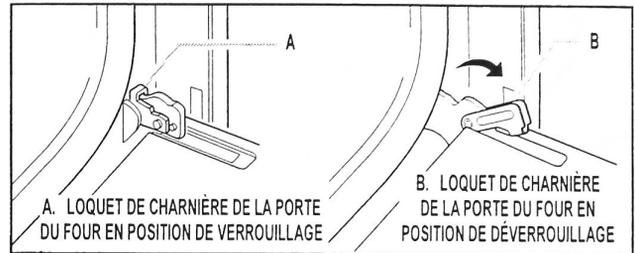

FIGURE 4
7. Identifier les loquets de charnière de la porte du four dans les deux angles de la porte, puis faire pivoter les loquets de charnière vers la porte du four jusqu'à la position de déverrouillage. Si le loquet de charnière de porte n'est pas complètement tourné (voir Figure 4), la porte ne se retirera pas correctement.